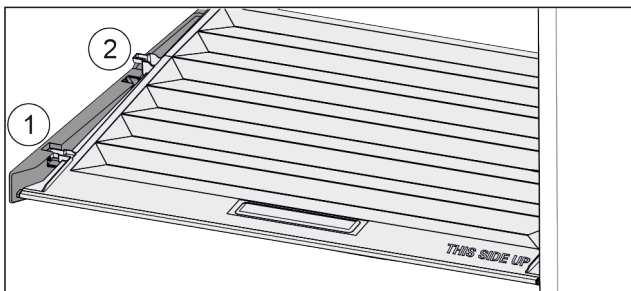

Fig. 119
- ▶ Tirer le couvercle vers l'avant jusque dans l'orifice des pièces de retenue Fig. 119 (1).
- ▶ Le soulever par le bas à l'arrière et le sortir par le haut Fig. 119 (2).